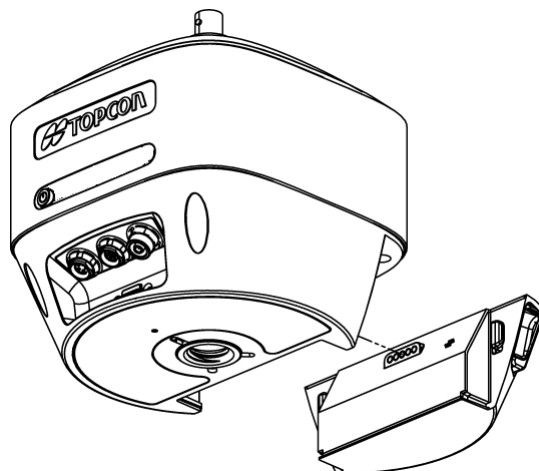

図 13 HiPer HR バッテリー取り付け
- 1 バッテリーをわずかに傾けてバッテリーコンパートメントの底にバッテリーの底を当てます。(図 13)